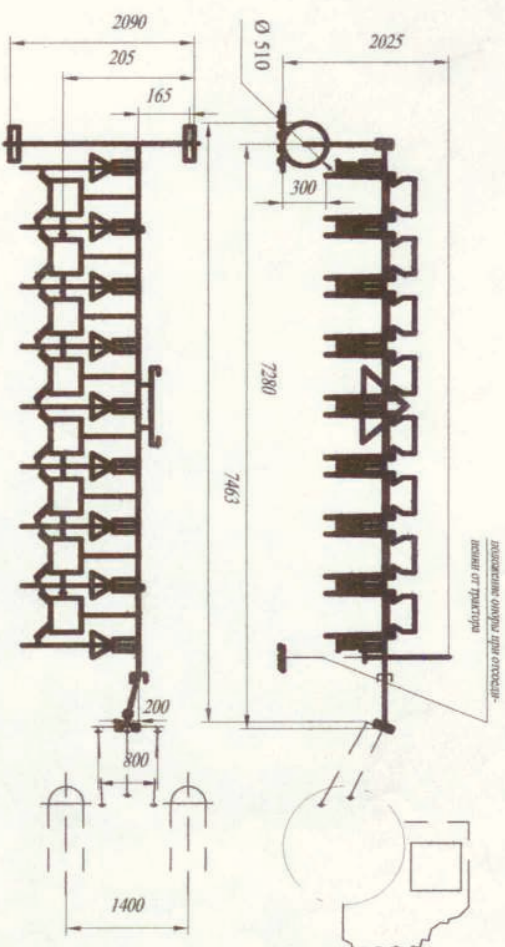

Рис. 10 Схема транспортирования культиватора вдоль ширины захвата
6.5.1. Установить кронштейны с туковысевающими аппаратами по схеме расположения (рис.10) скобами М16х175х175 на балку.
6.8.1. Установить агрегат на ровном участке с уплотненной поверхностью почвы и поднять культиватор гидравлической так, чтобы колеса поднялись на 2-3 см. от земли. Для ограничения произвольного опускания культиватора опустить транспортную опору. (рис.10)